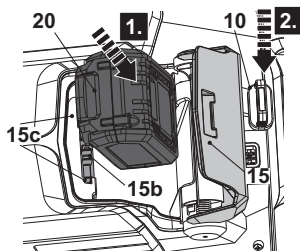

Fig. 9
3. Faites glisser la batterie (20) dans les encoches (15c) (Fig. 9, étape 1).
5. La batterie (20) ne peut être installée que dans un sens.
6. Fermez le couvercle du compartiment de la batterie (15).
7. Réinstallez la clé de sécurité (10) dans son logement (Fig. 9, étape 2).